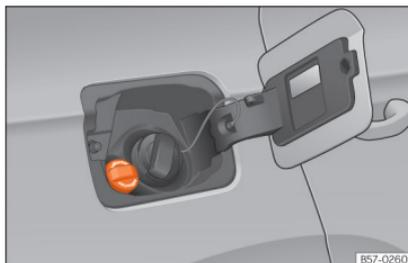

Fig. 236 Tampão do bocal de enchimento do reservatório do AdBlue.
- Abrir a tampa do depósito »» Fig. 236.
»» Fig. 236.